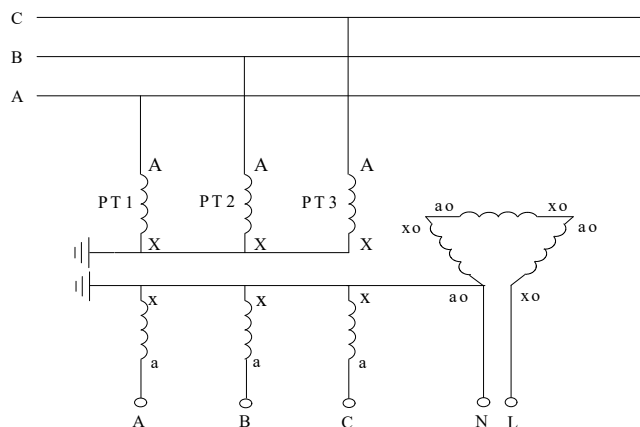
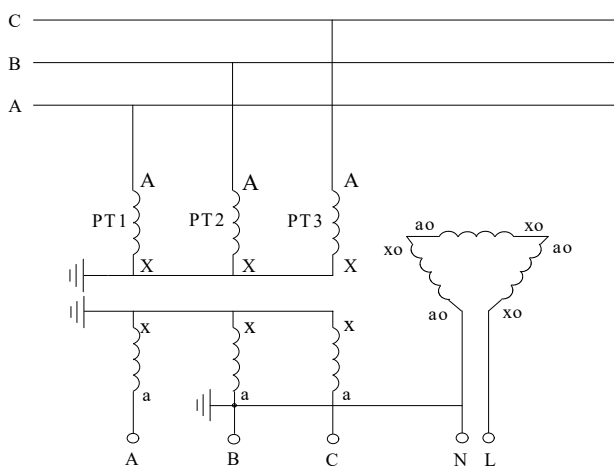

图 5 : N 接地方式
图 6 : B 相接地方式
这种接线方式分“N 接地”、“B 相接地”两种，分别如图 5 和图 6 所示。对于这两种方式，均从 N-L 两端注入测试信号。根据所用 PT 的不同，组成开口三角的二次绕组
图 5、图 6 所示的系统运行方式是从开口三角测量系统容流时所必须的运行方式，而对于一般的配网系统，并不都是处于这样的运行方式下，例如在系统中还接在消弧线圈、PT 高压侧中性点接有高阻消谐器、PT 开口三角接有二次消谐装置等。这时，为了使用 UHV-710 全自动电容电流测试仪进行容性电流的测量，必须将运行方式转换为图 5 或图 6 所示的运行方式。
- 2、按图 12 接线，将测试仪的电流输出端与 PT 开口三角端连接，对于 4PT 接线方式的系统，则将仪器的电流输出端与图 5 或图 6 中所示的 N-L 端相连即可。